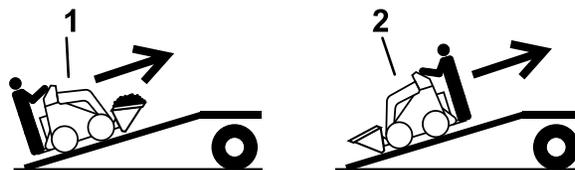

Bild 7
5. Fahren Sie beim Verladen auf den Anhänger mit dem schweren Ende der Maschine auf die Rampe und befördern Sie Lasten niedrig (Bild 7).